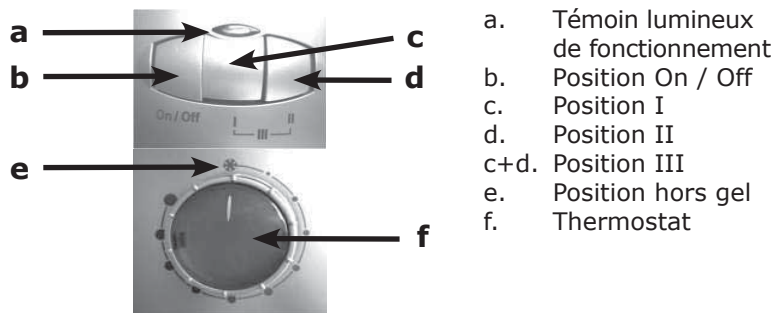

Fig. 3
| B. Humidificateur (détail fig. 14) | F. Boutons de commandes (détail fig. 3) |
2. Tourner le bouton du thermostat f (fig. 3) dans le sens des aiguilles d'une montre jusqu'en butée en position maximum.
1. Mettre le bouton b en position On (fig. 3).
2. Presser le bouton c (I) ou le bouton d (II).